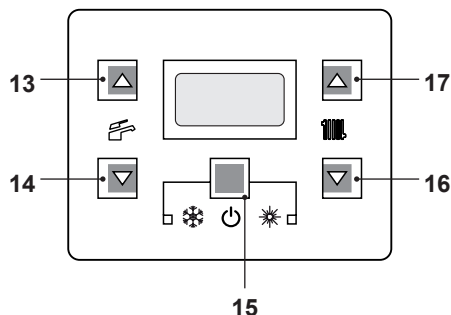
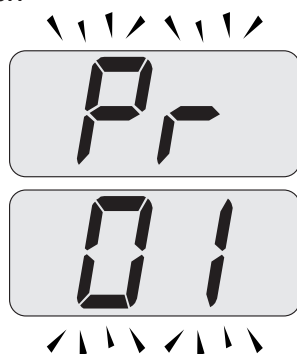
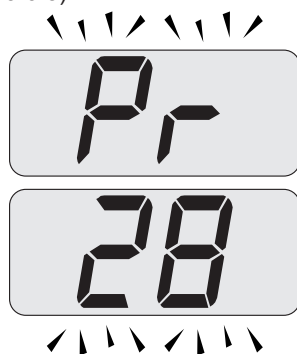

Figura 9.1
Figura 9.2
Figura 9.3
- Entrare in "modalità programmazione" premendo contemporaneamente per 10 secondi i tasti 15 - 16 - 17 (Figura 9.1) fino a far apparire sul display LCD le lettere **Pr** che si alternano con il codice **01**, indicanti l'entrata nel "parametro 01" (Figura 9.2).
- Scorrere i vari parametri utilizzando i tasti 16 o 17 fino a far apparire sul display LCD le lettere **Pr** che si alternano con il codice **28**, indicanti l'entrata nel "parametro 28" (Figura 9.3).
- Premere contemporaneamente i tasti 15 e 17 (Figura 9.1) fino a far apparire sul
- Premendo il tasto 15 (Figura 9.1) si ottiene la conferma del valore inserito.
- Premendo contemporaneamente i tasti 15 e 16 (Figura 9.1) si esce senza modificare il valore (ritorno alla lista parametri Figura 9.3).
- Premendo contemporaneamente per 10 secondi i tasti 15 - 16 - 17 (Figura 9.1) si esce dalla "modalità programmazione".